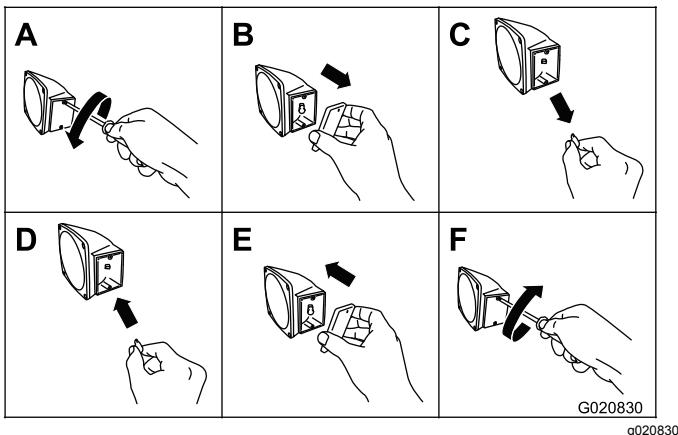

Figura 54
- Utilice un destornillador para retirar los 2 tornillos de la lente rectangular pequeña del lateral de la luz (Figura 54).
2. Retire la lente (Figura 54).
3. Retire la lámpara del zócalo (Figura 54).
4. Coloque una lámpara 168 nueva en el zócalo (Figura 54).
5. Instale la lente y los 2 tornillos (Figura 54).